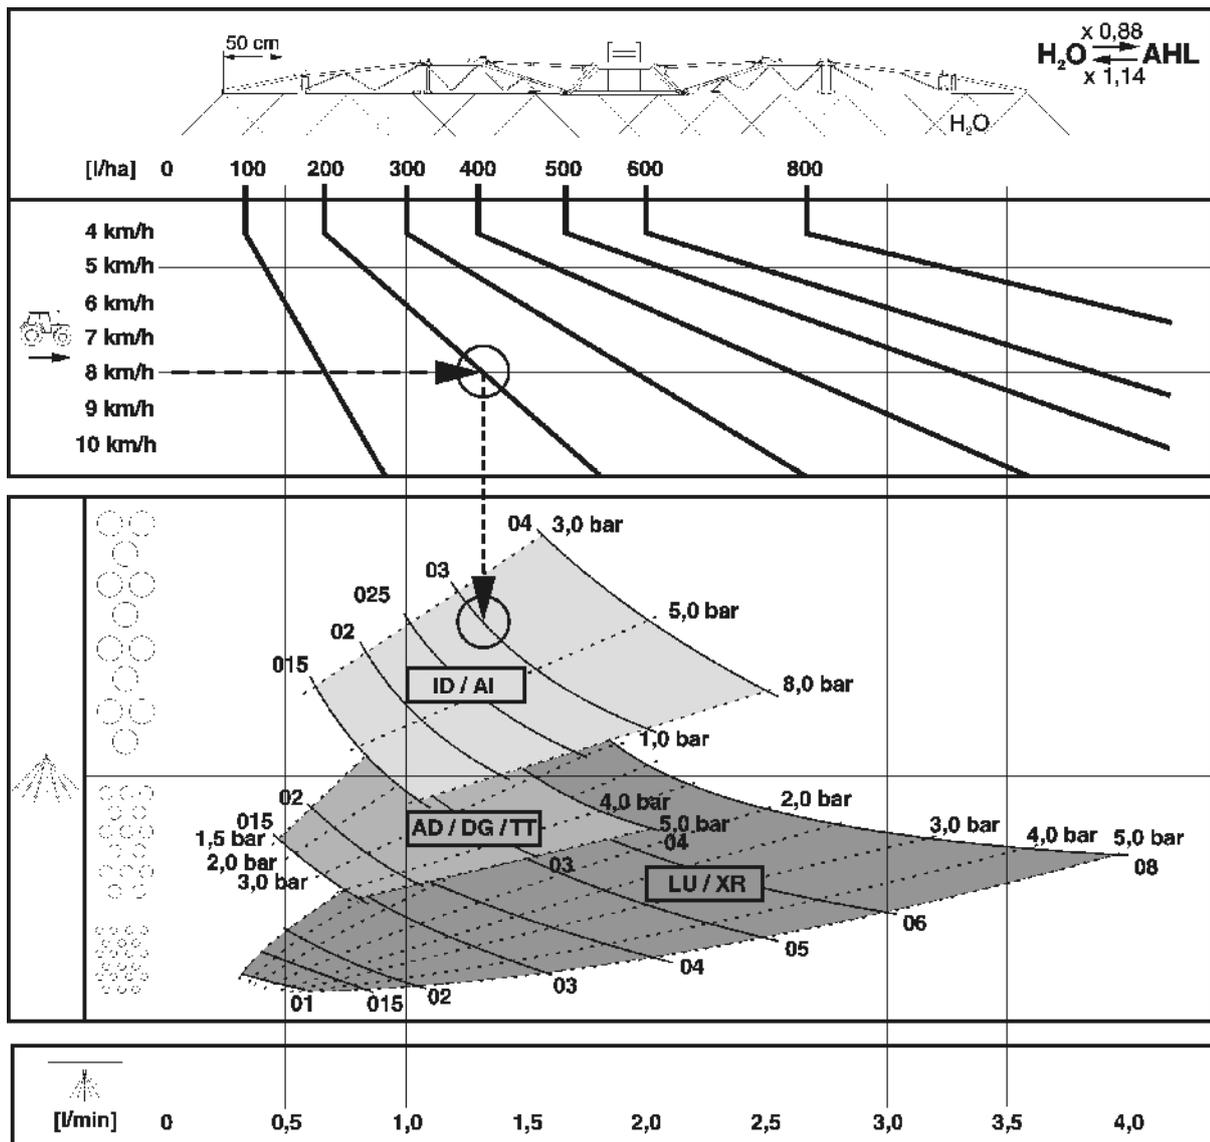

Fig. 182
- Die Fig. 182 dient zur Auswahl des geeigneten Düsentyps. Der Düsentyp wird bestimmt durch